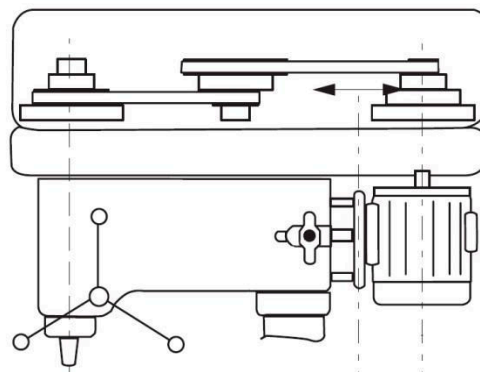

Рис. 7
- Для модели 2904, схема вариантов установки ремня (См. Рис.7,8) соответствует примерному значению частоты вращения шпинделя, приведенные в таблице ниже: